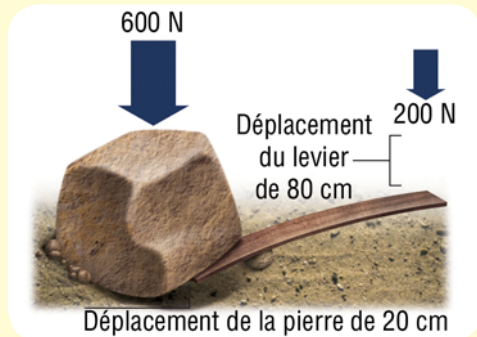

Figure 2
A. La figure 2 illustre un levier inefficace. Le levier n'est pas rigide et le point d'appui n'a aucune stabilité. La force appliquée est donc sans effet. Il faut appliquer une force de 200 N sur une distance de 80 cm pour déplacer la pierre de 20 cm. Quel est le rendement mécanique du levier ?